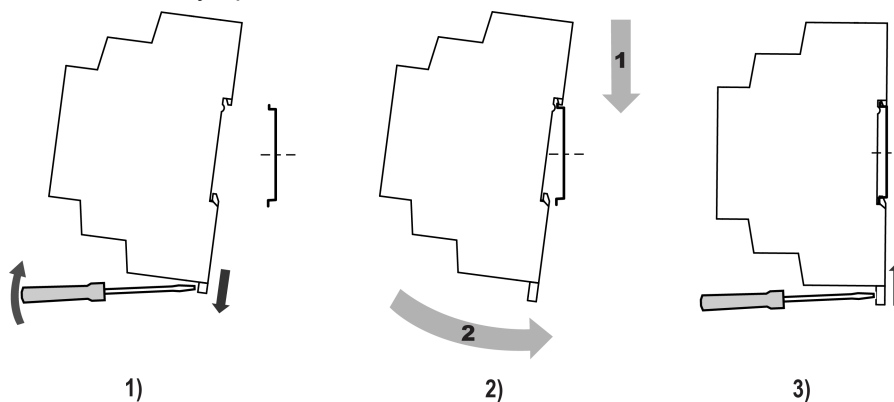

Рисунок 5.2 – Установка прибора
2. Вставив отвертку в проушину, оттянуть защелку (см. рисунок 5.2, 1). Прибор установить на DIN-рейку.
3. Прибор прижать к DIN-рейке (см. рисунок 5.2, 2, стрелки 1 и 2). Отверткой вернуть защелку в исходное положение.